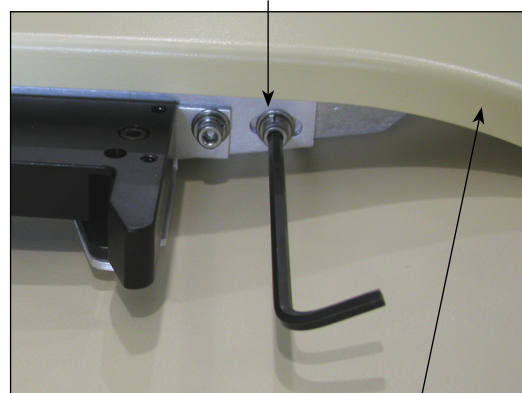

图 24
3. 如果需要更大调整范围, 请松开两个安装支架调整螺钉, 移动支架然后重新紧固 (图 24)。确保 CT 覆盖罩不接触安装配件涂漆护罩的表面。